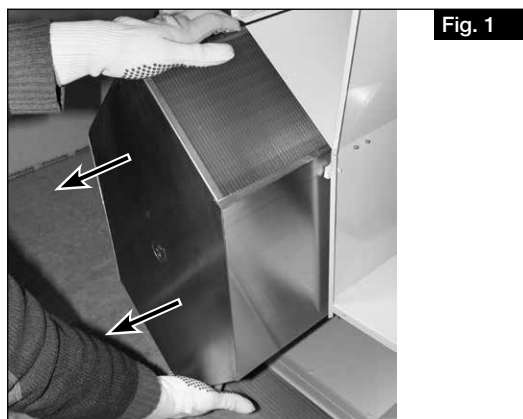

Fig. 1
3. Pour faciliter l'accès, retirer l'échangeur de chaleur de l'appareil (Fig. 1).